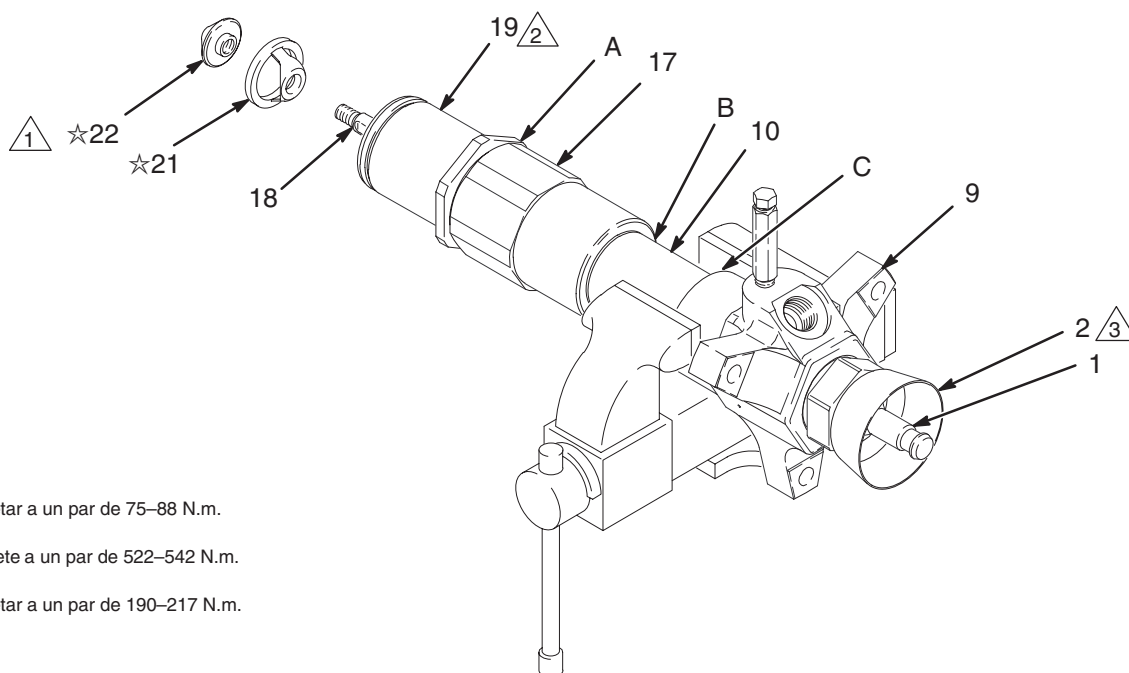

Fig. 4
1. Detenga la bomba en la carrera ascendente, con las partes planas de la varilla del pistón de cebado (18) expuestas por debajo del cilindro de admisión (19). No es necesario desconectar la base de bomba del motor, pero es posible que tenga que desconectarla del plato calefactado.
3. Utilice una llave inglesa para sujetar las partes planas del vástago del pistón de cebado (18), y utilice una segunda llave para desenroscar el asiento del pistón de cebado (22) del vástago. Deslice el pistón de cebado (21) fuera del vástago. Inspeccione las superficies interna y externa del pistón (21) en busca de muescas, desgastes u otros daños.
4. Deslice el pistón de cebado (21☆) por la varilla (18) hasta que se detenga. Inmovilice la varilla (18) colocando la llave en sus partes planas, y enrosque el asiento (22☆) en la varilla con ayuda de otra llave. Apriete a un par de 75–88 N.m. Vea la Fig. 4.
3. Coloque la bomba en un torno de banco, con el alojamiento de salida (9) colocado tal como se indica en la Fig. 4 de la página 11.
4. Retire el pistón de cebado (21) tal como se explica en la página 11.
5. Utilizando una llave de tubo en la parte hexagonal del cilindro de admisión (19), desenrosque éste del alojamiento de la válvula de admisión (17). La bomba puede separarse por las uniones A, B, o C.
4. Enrosque el cilindro de admisión (19) en el alojamiento de admisión (17). Utilizando una llave de tubo en la parte hexagonal del cilindro (19), apriete el cilindro a un par de 522–542 N.m. De esta forma también se aprietan el alojamiento de la válvula de admisión (17) y el cilindro de la bomba (10) en el alojamiento de salida (9). Vea la Fig. 4 en la página 11.